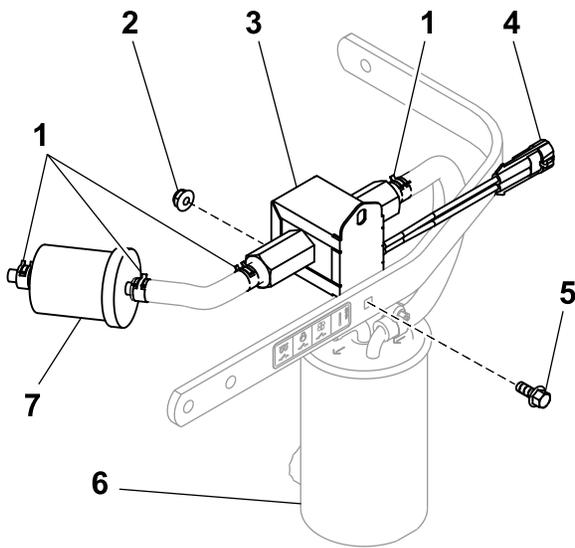
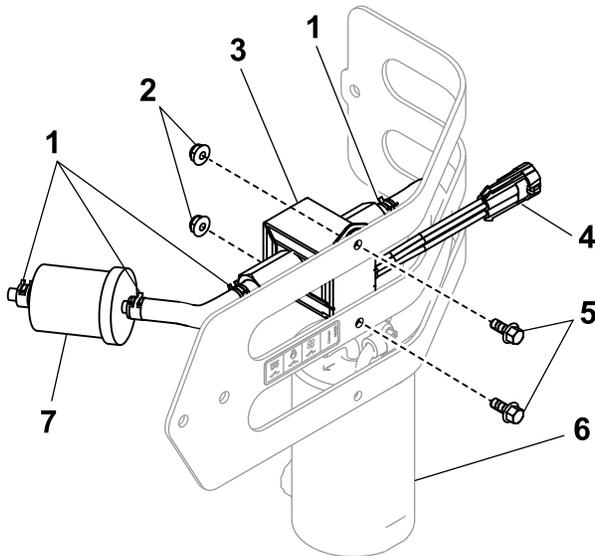

图 15
图 16
在此程序中使用图 1、图 14、图 15 和图 16。
4. 仅对于海外机器型号，在护板上定位、标记并钻 2 个孔（9/32 英寸），如图 14 和图 16 所示。
5. 对于国内机器型号，使用螺栓 (1/4 x 5/8 英寸) 和锁紧螺母 (1/4 英寸) 通过泵的底孔安装新燃油泵；请参阅图 15。对于国内机器型号，仅使用一个螺母和一个螺栓。
6. 对于海外机器型号，使用泵的两个孔安装新燃油泵，并通过 2 个螺栓 (1/4 x 5/8 英寸) 和 2 个锁紧螺母 (1/4 英寸) 固定；请参阅图 16。